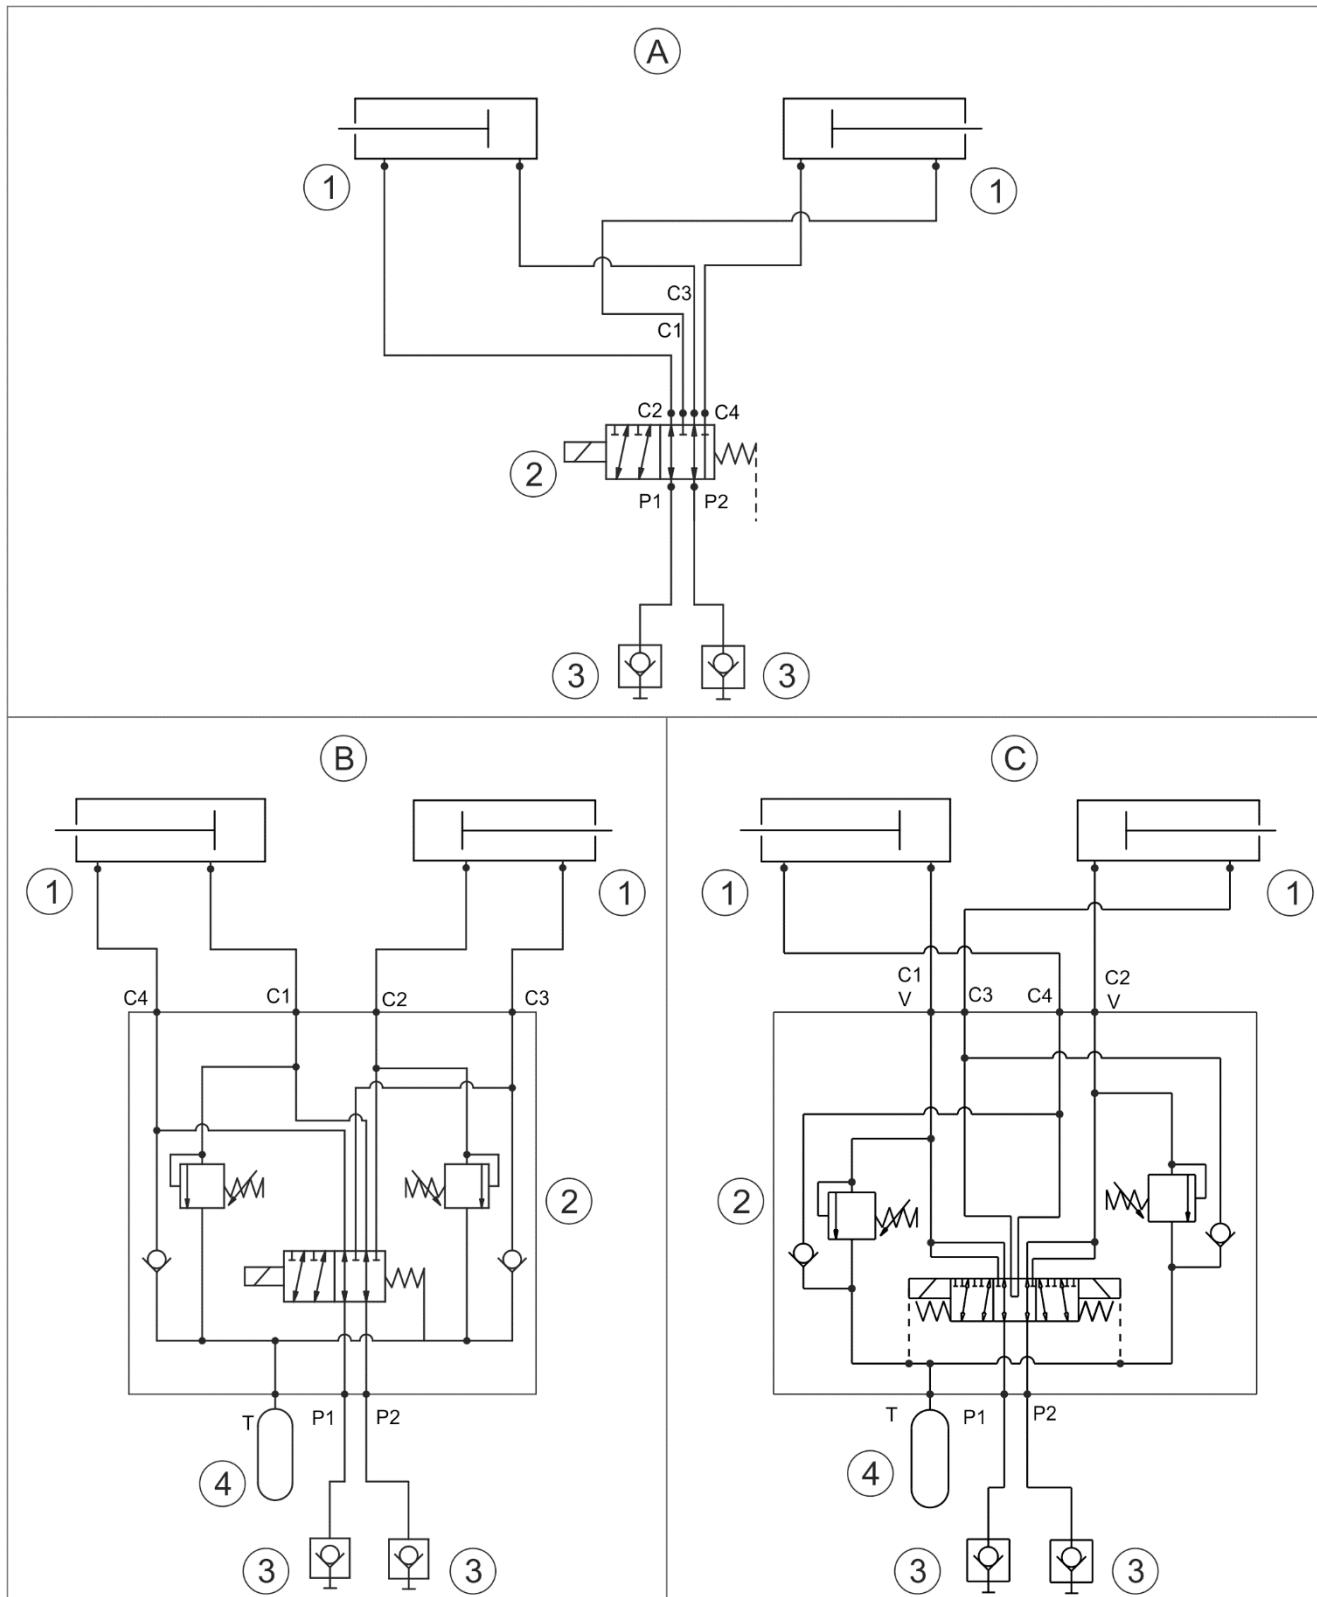

РИСУНОК 3.4 Принципиальная схема гидравлической системы
Снегоотвалы с гидравлической амортизацией (В) и (С) дополнительно оснащаются гидроаккумулятором (4) и электроклапаном (2) с перегрузочным клапаном вместо стандартного электроклапана (РИСУНОК 3.4).